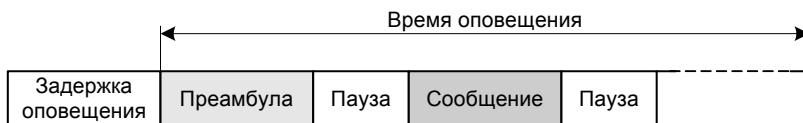

Рисунок 2
1.4.7.2 В общей сложности в приборе может быть задано от одного до десяти сценариев оповещения. Структура сценария изображена на рис. 2.